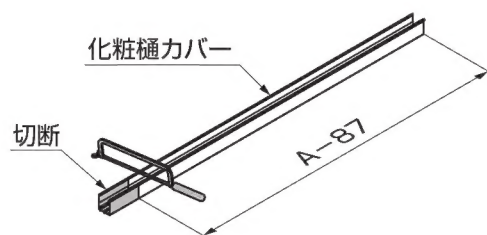

図11-46
- ② 実測値を基に化粧樋カバー、豎樋を加工してください。（図11-46、図11-47参照）
(3) 化粧樋カバー、豎樋の取付け